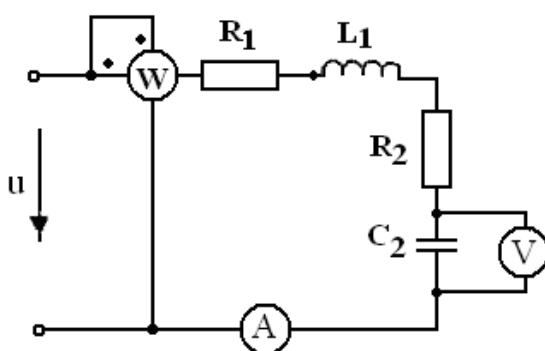

Рис.2.5. Электрическая схема
Задача 3. Напряжение на зажимах цепи, изображенной на рис. 2.5, изменяется по закону $u = U_m \sin \omega t$. Амплитудное значение напряжения U_m , значения активных сопротивлений R_1 и R_2 , индуктивностей катушек L_1 и L_2 , емкостей конденсаторов C_1 и C_2 .
1. Определить показания приборов, указанных на схеме (см. рис.2.5).